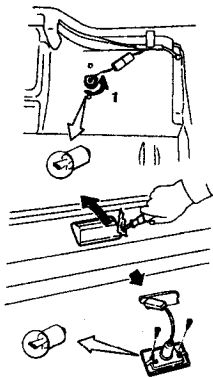

Рис. 12.43 Снятие лампочки освещения заднего номерного знака - лампочка, установленная на бампере (См. Раздел 21)
20. Для снятия лампочек, установленных на бампере, необходимо снять рассеиватель, крепящийся двумя винтами, как показано на Рис. 12.43.